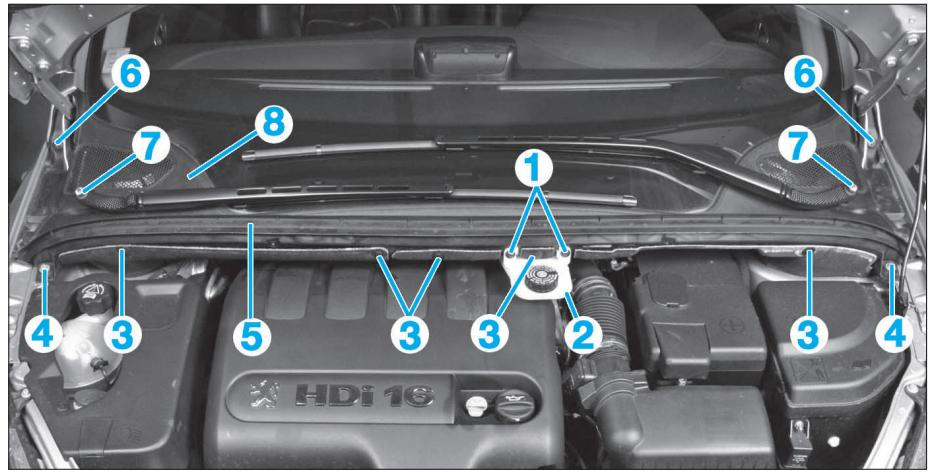

FIG. 10
- Déposer (Fig.10) :
- les vis (1) et dégager le bocal de frein (2)
- les clips (3)
- les vis (4) de la traverse de bas de pare-brise
- la traverse (5)
- les clips (6)
- les écrous (7) et dégager les bras d'essuie-glace (utiliser un extracteur Ref.1335 par exemple)
- la grille d'aubvent (8).